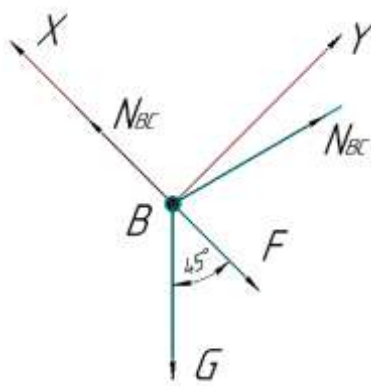

Рис. 5
5. Получив две проекции сил:  $R_x$  и  $R_y$ , определите их равнодействующую. Соединив конец вектора  $R_x$  и конца вектора  $R_y$ , получите общую равнодействующую  $R_{ГЛ}$  – главный вектор (рис. 5г).
Проведите ось X по стержню АВ (рис. 5).